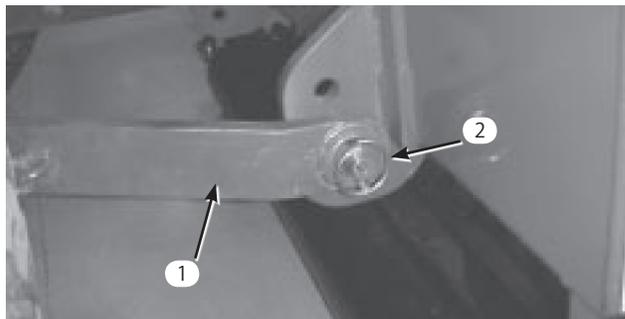

図2
5. ヒッチ・ピンに左右の下リンク・アームを挿入する（図2）。
6. リンチ・ピンで、下リンクアームをヒッチに固定する（図2）。